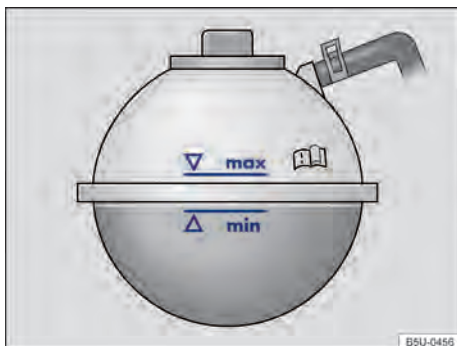

Fig. 191 No compartimento do motor: marcação no reservatório de expansão do líquido de arrefecimento do motor.
- Com o motor frio, verificar o nível do líquido de arrefecimento do motor pela marcação lateral do reservatório → Fig. 191.
- O nível do líquido de arrefecimento do motor deve permanecer dentro da marcação do reservatório → Fig. 191. **Não completar acima da marca "max" → .**
❶ NOTA
- Completar com líquido de arrefecimento do motor somente até a marca “max” → Fig. 191. Caso contrário, ao aquecer-se, o líquido excedente será expulso do sistema de arrefecimento do motor e poderá causar danos.